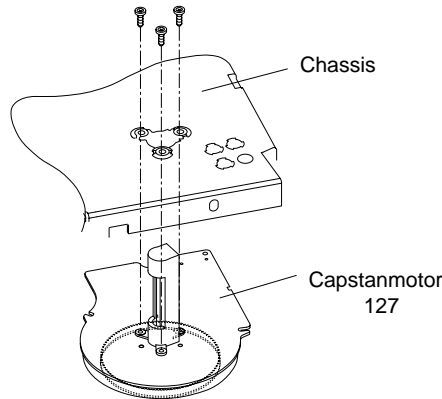

Fig. 17
- 3 Befestigungsschrauben (Fig. 17) auf der Oberseite entfernen und den Capstanmotor nach unten aus dem Laufwerk nehmen.
- Remove the driving belt (pos.126).
- Remove the three capstan motor fixing screws (Fig. 17) and withdraw the capstan motor downward from the tape deck.